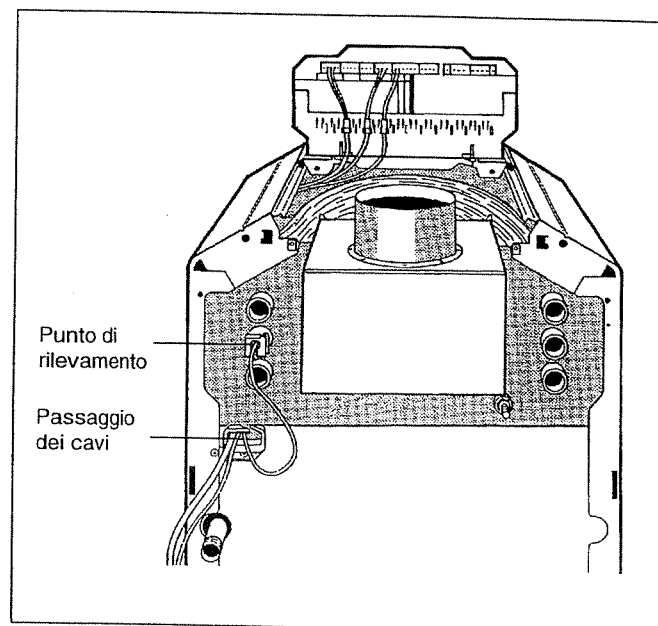

Fig. 12: Passaggio dei cavi e punto di rilevamento
- Far passare i tubi capillari della sonda della temperatura e, per la regolazione "Ecomatic", il cavo della sonda della temperatura dell'acqua nella caldaia verso dietro dal passaggio dei cavi e fino al punto di rilevamento. Srotolare solo la lunghezza necessaria (Fig. 12).